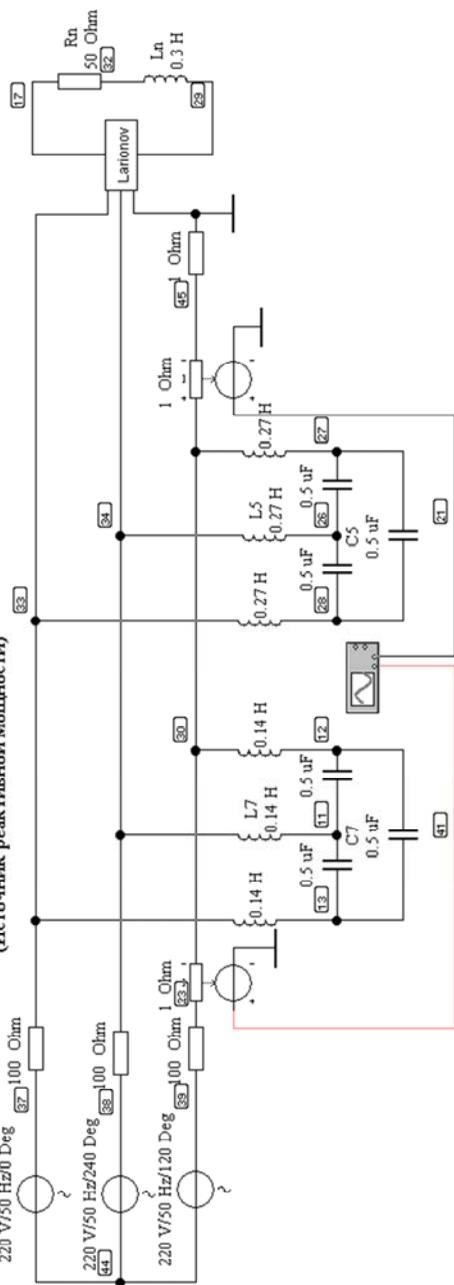

Рис. 19.12. Трехфазный мостовой несимметричный выпрямитель (файл **irm_four.cwb**)
4. Изучить высшие гармоники в кривой потребляемого тока (файл `irm_four.ewb`, рис. 19.12). Исследовать работу источника реактивной мощности (сетевых фильтров) по осциллограммам.